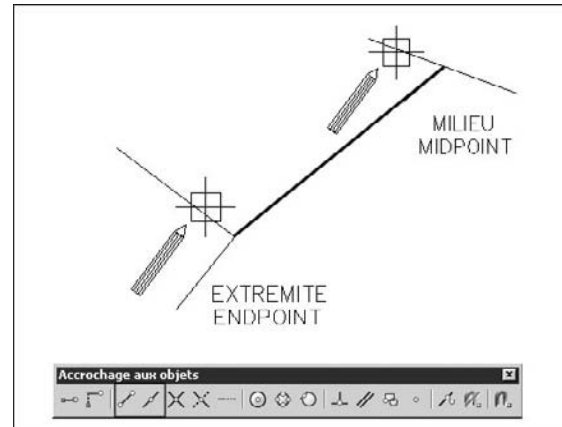

Fig.3.7
- 3 Spécifier le point suivant (To Point) : sélectionner à nouveau une option d'accrochage (exemple : **MILieu** (MIDpoint)) (fig.3.7). Pour rappel, la barre des outils d'accrochage n'est pas installée par défaut. Il faut le faire via la commande **Barres d'outils** (Toolbars) du menu **Affichage** (View).